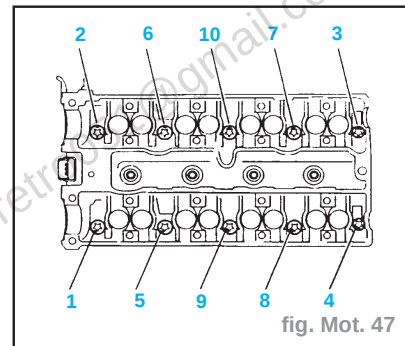

fig. Mot. 47
- Déposer les vis de culasse dans l'ordre indiqué (fig. Mot. 47).